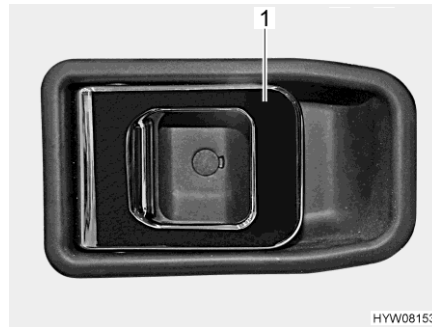

Bild 54 Tüschloss (Fahrtür innen)
**Öffnen:** ■ Am Griff (Bild 54,1) ziehen. Das Tüschloss wird entriegelt bzw. geöffnet.
**Verriegeln:** ■ Den Griff (Bild 54,1) drücken. Das Tüschloss ist verriegelt.